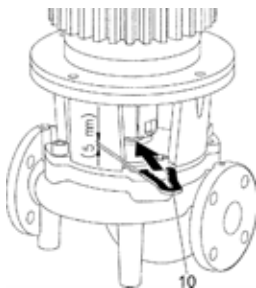

Fig. 18: Forchetta di montaggio per lavori di regolazione
Per tutti i lavori di montaggio è assolutamente necessaria la forchetta di montaggio per l'impostazione della posizione corretta del girante nel corpo pompa (Fig. 18, pos. 10)!